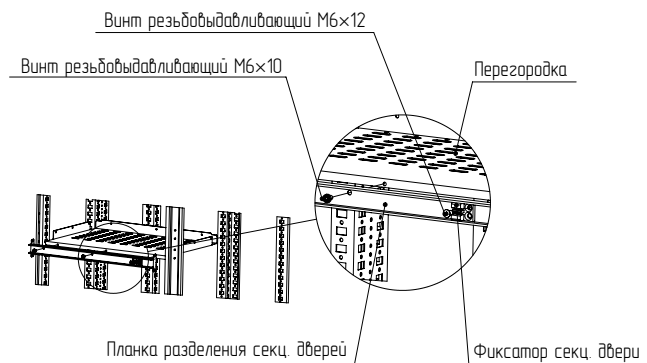

Рисунок 110
4.36.4 Прислонить планку разделения секционных дверей к перегородке так, чтобы отверстия планки совпали с отверстиями перегородки и закрепить винтами М6×10 на стойках каркаса (рисунок 110). Фиксатор секционной двери выставить так, чтобы отверстие фиксатора совпало с отверстиями планки и перегородки, и закрепить винтом М6×12 (рисунок 110). Момент затяжки – 7 Н·м.